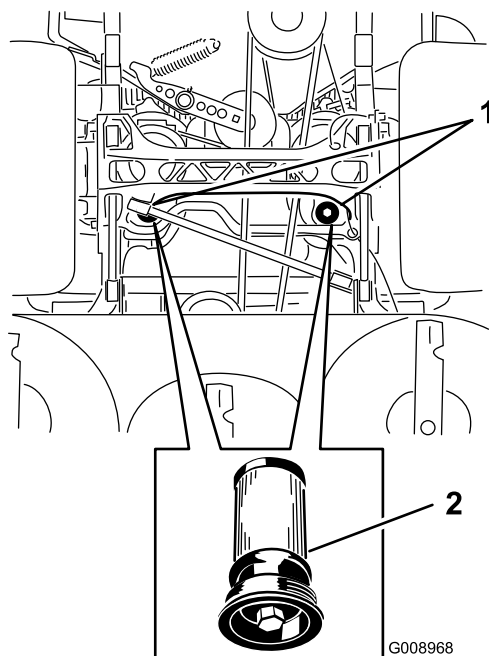

Figura 96
5. Collocate una bacinella di spurgo sotto il filtro, togliete il filtro usato e pulite la superficie (Figura 96).
6. Spalmate uno strato sottile di fluido idraulico sulla guarnizione di gomma del filtro di ricambio (Figura 96).